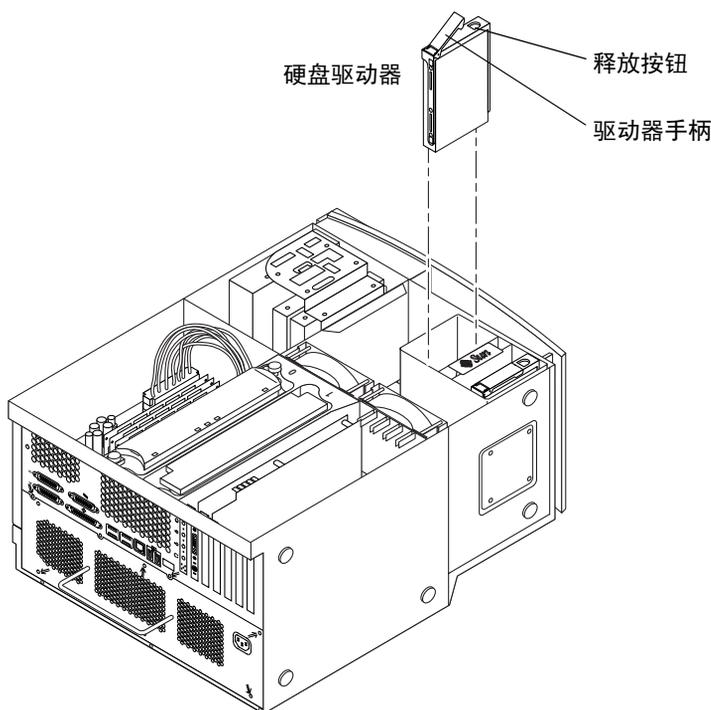

图 11 安装附加硬盘驱动器
2. 找到硬盘架上的空硬盘驱动器支架的位置（请参阅图 11）。